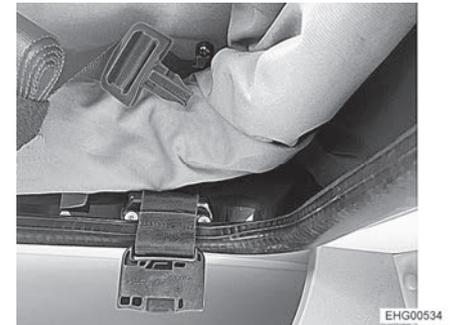

Fig. 56 Boucle de fermeture de sangle, ouverte
- Fermer les deux boucles de fermeture de sangle (Fig. 56) et bien tirer dessus.